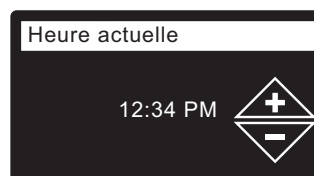

FIG. 25
19. **HEURE ACTUELLE** Appuyez sur le bouton BAS (▼) ou HAUT (▲) pour régler l'heure (cf. Figure 25). Maintenez le bouton enfoncé pour faire défiler rapidement. Vérifiez que la période indiquée est correcte (AM ou PM). L'horloge sera en format 24 heures si vous avez choisi les unités métriques à l'étape 17.
20. Appuyez sur le SÉLECTEUR (O) :